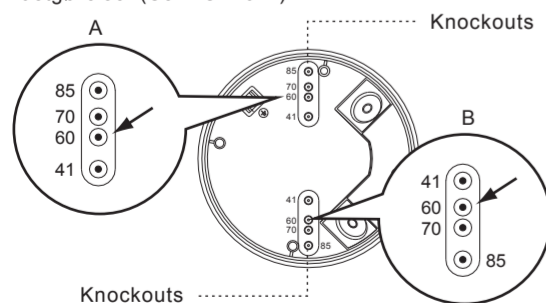

FIG. 13-A
4.4.3.1 Der er 4 par knockouts med forskellige afstande fra 41 mm til 85 mm på tilslutningsdåsen, der kan vælges til forskellige monteringsanvendelser (Se FIG. 13-A). Vælg de to samme figurer i begge ender til den tilsvarende afstand til fastgørelse. (Se FIG. 13-B).